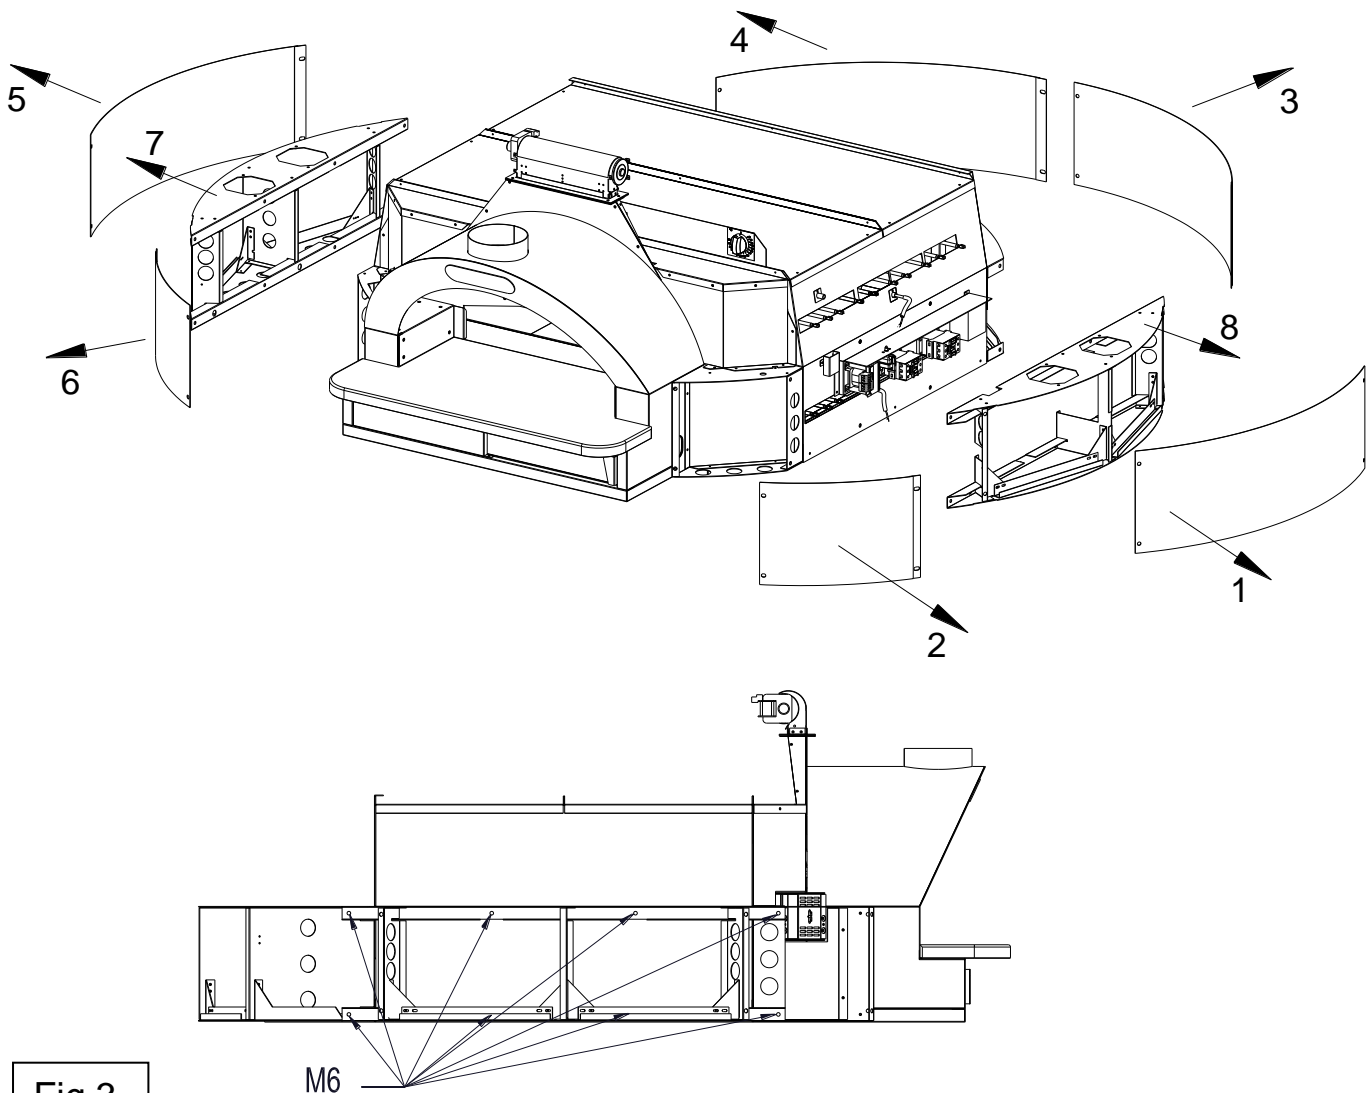

Fig.3
- 3- Enlever les protections demi-lune de fermeture latérales et postérieures en suivant la séquence 1-2-3-4-5-6 (Fig.3).
- 4- Enlever les protections demi-lune latérales gauche et droite en suivant la séquence 7-8 (Fig.3).